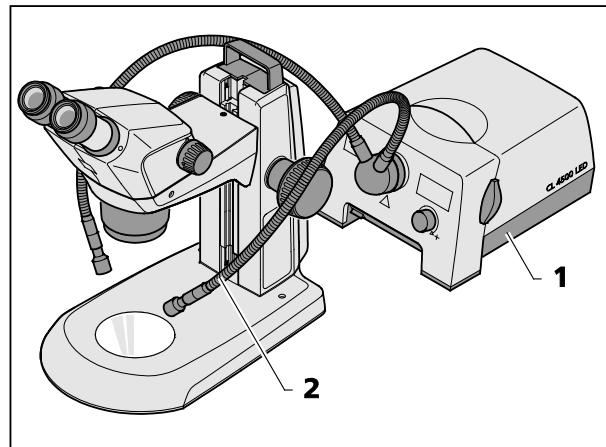

図 15 外部光ファイバーライトの取り付け
- 外部光ファイバーライト（図 15/1）をオンにし、透過光照明を制御し、両方のスワンスリーブ（図 15/2）を曲げて、対象が最適に照らされるようにライトを調節します。